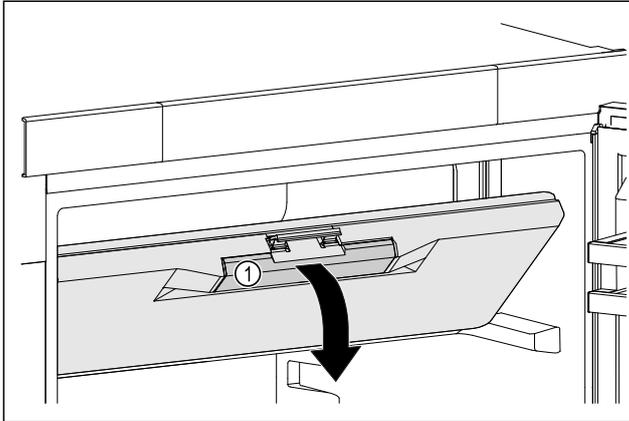

Fig. 41
- ▶ Возьмитесь за утепленную ручку Fig. 41 (1) на двери морозильного отделения.